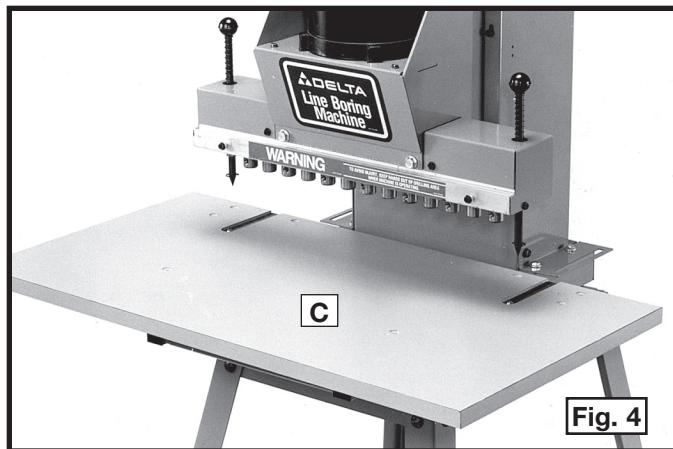

Fig. 4
3. Centre la mesa (C) Fig. 4 en el marco de la máquina.